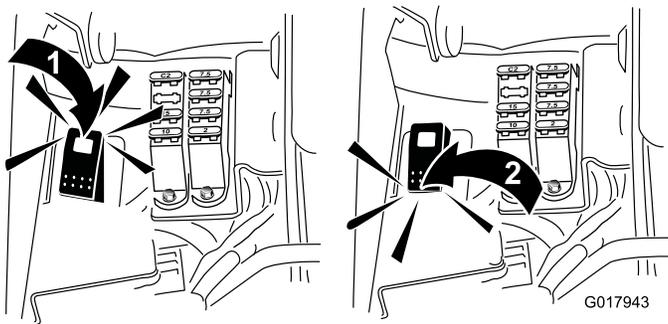

図 57
5. バックラップスイッチを逆転 (R) 位置にセットする (図 57)。